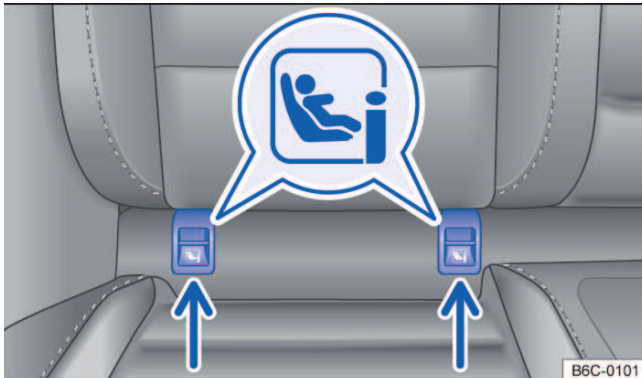

Fig. 44 No banco do veículo: identificação dos pontos de ancoragem inferiores para cadeiras de criança.
Os 2 olhais de retenção para cada cadeira de criança dotado do sistema ISOFIX podem ser acedados através das fendas existentes no revestimento do assento do banco traseiro → Fig. 44.
- Encaixar a cadeira de criança nos olhais de retenção → Fig. 44 no sentido da seta. A cadeira de criança deve engatar de forma segura e audível (click).
- Colocar a cadeira de criança sobre a superfície do banco e prender os ganchos dos cintos de fixação nos olhais de retenção → Fig. 44, caso os cintos de fixação sejam fornecidos junto com a cadeira de criança.